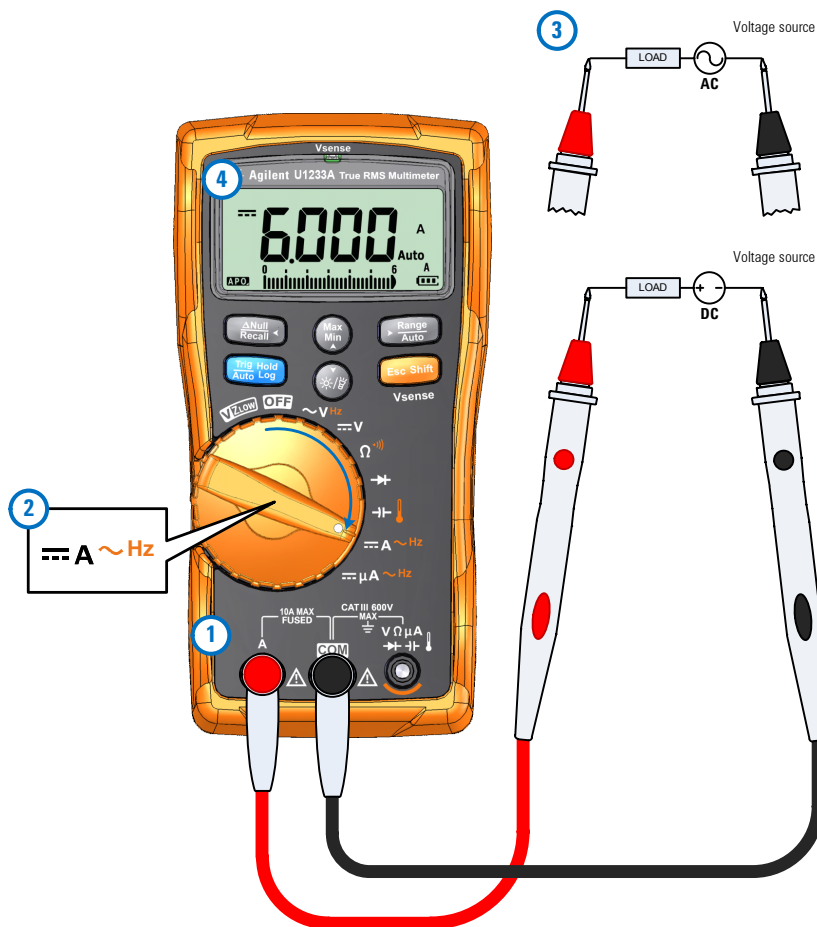
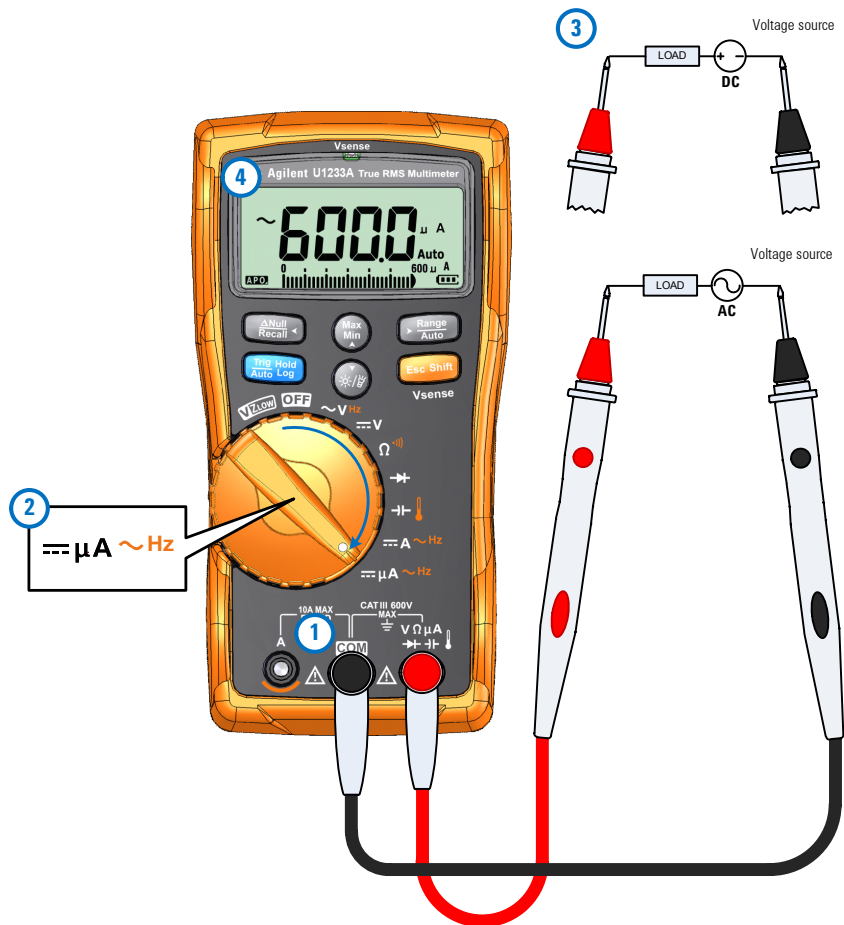

Abbildung 2-24 Messen von DC/AC-Strom (bis zu A)
Abbildung 2-25 Messen von AC/DC-Strom (bis zu μ A)
Richten Sie das Multimeter wie in Abbildung 2-24 und Abbildung 2-25 gezeigt ein, um die AC- oder DC-Stromstärke zu messen. Prüfen Sie die Testpunkte und lesen Sie die Anzeige.
- 1 Richten Sie das Multimeter zur Messung von μA ein wie in Abbildung 2-25 gezeigt.